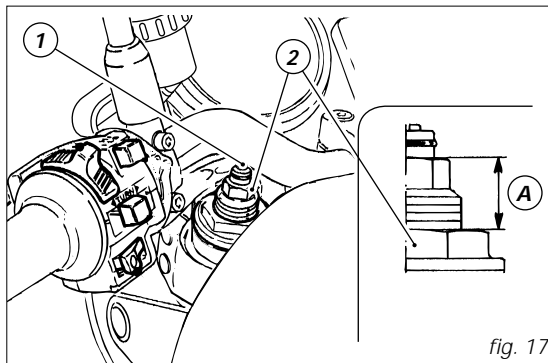

fig. 17
- 1) (fig. 17) per modificare il freno idraulico in estensione;
- 2) (fig. 17) per modificare il precarico delle molle interne;